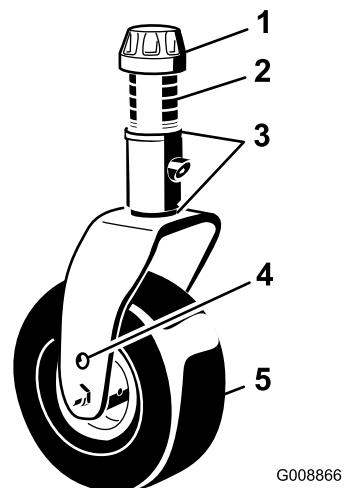
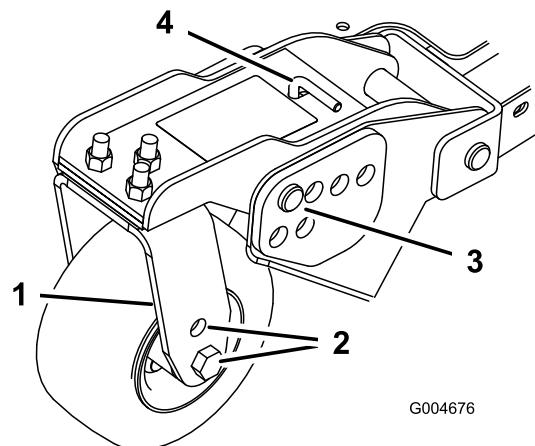
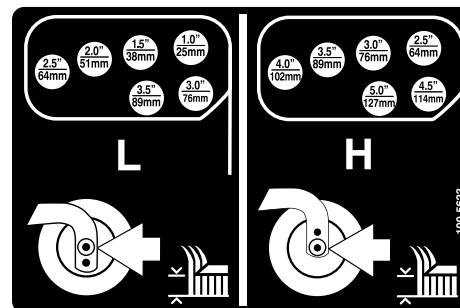

Figure 20
Figure 22
Figure 23
- Placez les essieux des roues pivotantes dans les mêmes trous sur toutes les fourches (Figure 20 et Figure 22).
- Enlevez le chapeau de tension de l'axe de pivot et sortez l'axe du bras de la roue pivotante (Figure 20).
- Enlevez la goupille fendue et les axes de chape des bras pivotants (Figure 22).
- Tournez la tige de tension pour éléver ou abaisser le bras de pivot jusqu'à ce que les trous soient en face de ceux du support de hauteur de coupe sélectionnés dans le cadre du plateau de coupe (Figure 22 et Figure 23).